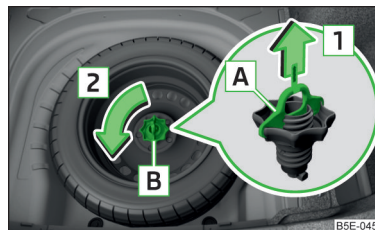

Fig. 210
Roata se află într-un locaș aflat sub podeaua portbagajului și este fixată cu o piuliță specială **B** » fig. 210.
- Extrageți siguranța **A**, în sensul săgeții **1** » fig. 210.
- Înșurubați piulița **B**, în sens opus săgeții **2** » fig. 210.